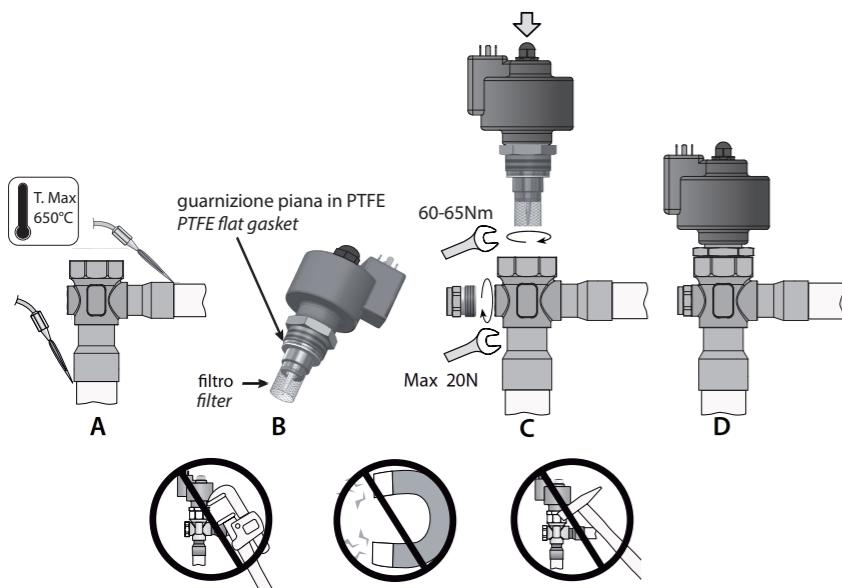

Fig.2
Le valvole E³V devono essere saldate al circuito mediante brasatura dei raccordi in rame ai tubi di uscita condensatore (IN) e di ingresso evaporatore (OUT). Seguire la successione indicata in Fig. 2 procedendo in questo modo:
2. Procedere alla saldatura orientando la fiamma verso l'estremità dei raccordi come da Fig. 2-A (per una migliore brasatura senza alterare la tenuta della zona di saldatura tra corpo e raccordi utilizzare lega con temperatura di fusione inferiore a 650 °C o con tenore di argento superiore del 25%).
3. Verificare che la guarnizione piana in PTFE sia presente e posizionata in sede (Fig. 2-B).
4. Verificare che il filtro in rete metallica sia inserito sulla bocca di ottone (Fig. 2-C). In caso contrario, posizionarlo come in figura e portarlo in battuta.
5. Avvitare nel corpo valvola la cartuccia in acciaio sull'apposito alloggiamento filettato con una chiave a forchetta da 32. Serrare la cartuccia sul corpo valvola con una coppia di serraggio suggerita di 60-65 Nm (Fig. 2-C).
The E³V-S valves must be joined to the circuit by braze welding the copper fittings to the condenser outlet (IN) and evaporator inlet (OUT) pipes. Proceed as indicated in Fig. 2:
2. Weld by aiming the flame at the ends of the fittings as shown in Fig. 2-A (for better braze welding without affecting the seal of the welded area between the body and the fittings, use alloys with a fusion temperature less than 650 °C or with a silver content above 25%);
3. Make sure that the PTFE flat gasket is present in its seat (Fig. 2-B).
4. Make sure that the metal mesh filter is inserted on the brass bushing (Fig. 2-B). Otherwise, position it as shown in the figure and make sure it's properly in place.
5. Tighten the steel cartridge in its threaded socket on the valve body using a 32 mm spanner. Tighten the cartridge on the valve body to a recommended tightening torque of 60-65 Nm (Fig. 2-C). For faster valve assembly, do not remove the motor from the cartridge.